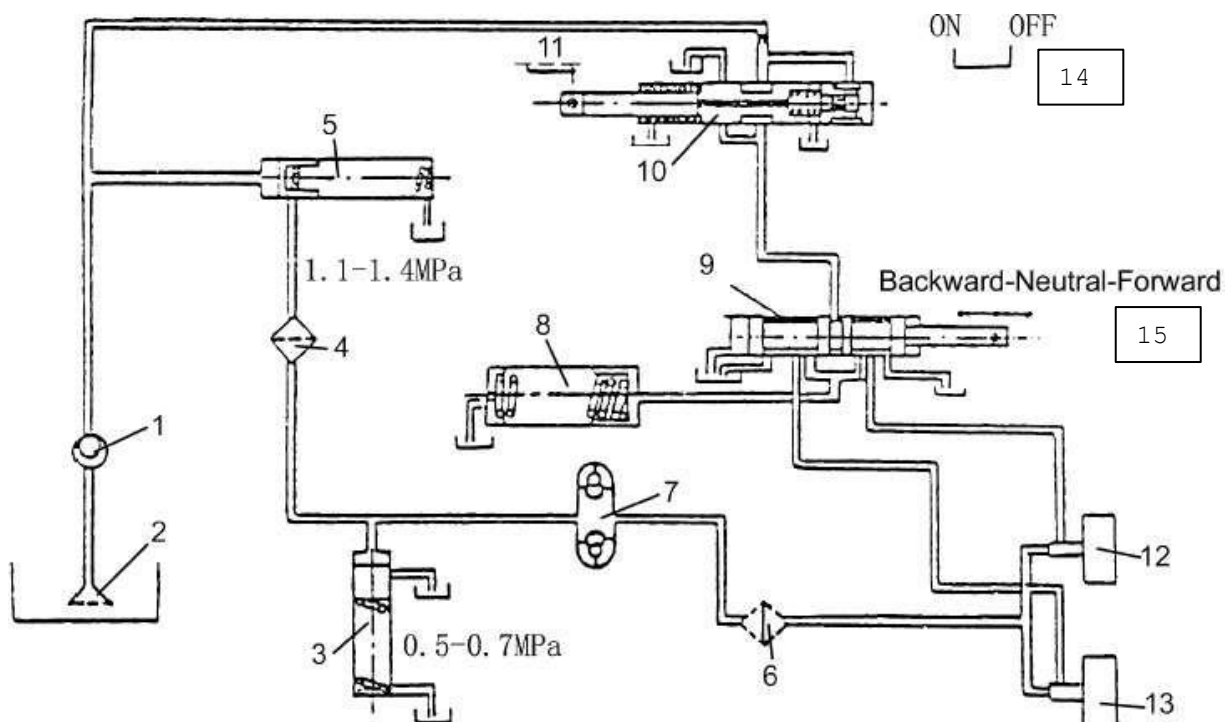

Рис. 5-7. Гидравлический контур:
5.7. Гидравлический контур (привод гидродинамической трансмиссии) (См. Рис. 5-7).